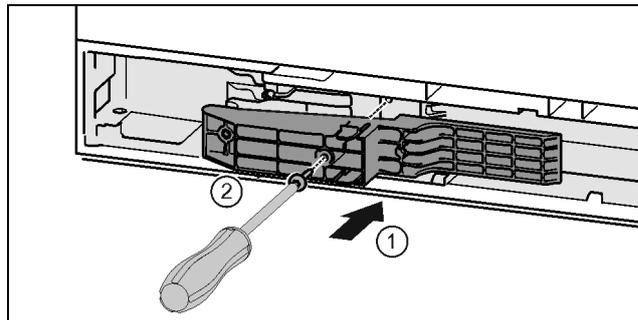

Fig. 43\*
- ▶ Adapterstück auf der Griffseite in die Aussparung einsetzen. Fig. 43 (1)
- ▶ Schrauben mit Schraubendreher T15 festschrauben. Fig. 43 (2)